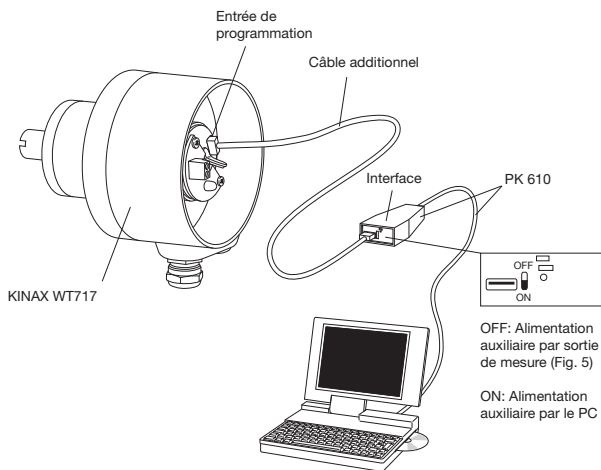
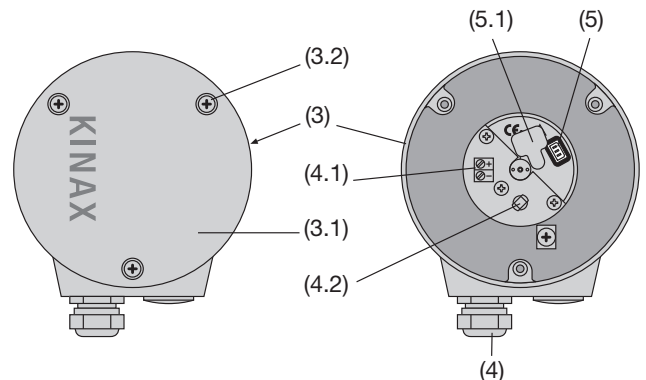

Fig. 3. Connection schéma de programmation
Fig. 4. Partie arrière (3) avec bornes (4.1) et presse-étoupes (4).
1. Enlever le couvercle (3.1 Fig. 4). En enlevant le cache en caoutchouc (5.1) le connecteur de programmation (5) devient accessible (voir chapitre «8.1 Raccorder les lignes»). Raccorder le KINAX WT 717 selon Fig. 3 à l'équipement de programmation. Démarrer le logiciel 2W2. Configurer, si nécessaire, le convertisseur avec les caractéristiques désirées.